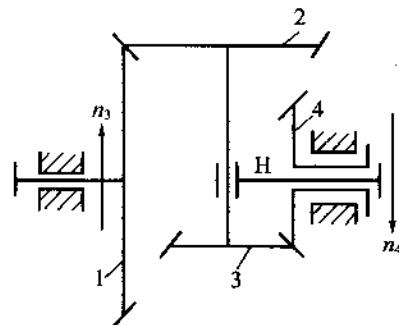

图 10
19. 在如图 10 所示的差动齿轮系中，已知齿数 $z_1 = 60$ 、 $z_2 = 40$ 、 $z_3 = z_4 = 20$ ，若 $n_1 = n_4 = 120 \text{ r/min}$ ，且 n_1 与 n_4 转向相反，求 i_{H1} 。